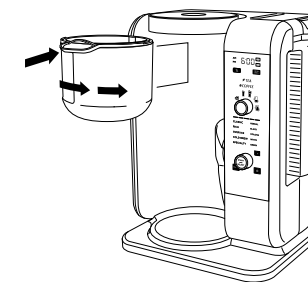

Fig. 10
- 1 Para abrir la gaveta del portafiltro, deslícela hacia afuera del aparato (**Fig. 10**). Asegúrese de tener el portafiltro de CAFÉ en la máquina, lo que puede comprobar por la manija naranja con el ícono del grano de café.
- 1 Para abrir la gaveta del portafiltro, deslícela hacia afuera del aparato (**Fig. 10**). Asegúrese de tener el portafiltro de TÉ en la máquina, lo que puede comprobar por la manija verde con el ícono de la hoja de té.